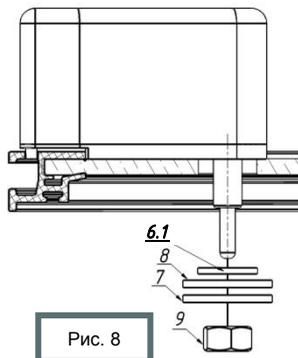

Рис. 8
**Для прямого ларя:** Снять с ригеля шайбу **6.2**, надеть на ее место шайбу **6.1**. надеть на ригель прокладку **8**, затем шайбу **7** и зафиксировать их гайкой **9** (см Рис.8).